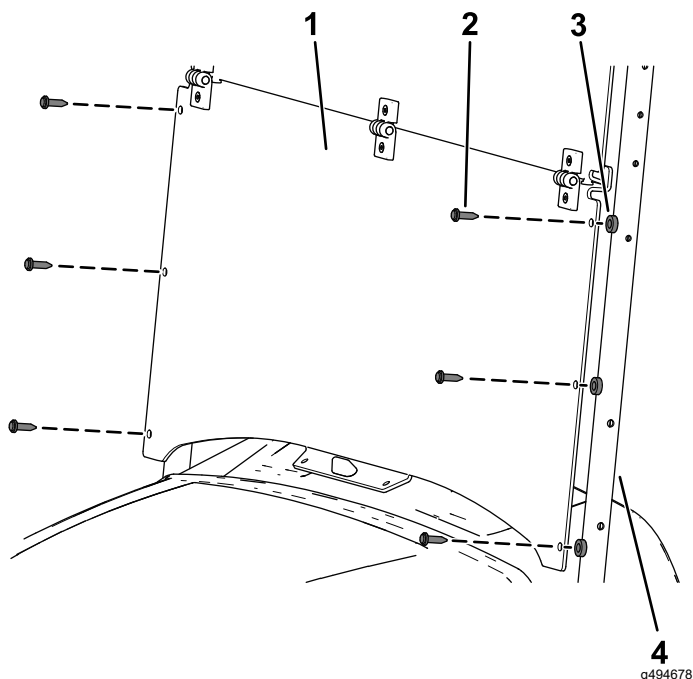

Figura 3
2. Alinee los taladros de la parte inferior del parabrisas con los taladros de los tubos de soporte de la capota (Figura 3).
3. Sujete los lados del parabrisas a los tubos de soporte de la capota con 6 espaciadores de plástico y 6 remaches de plástico largos (Figura 3).